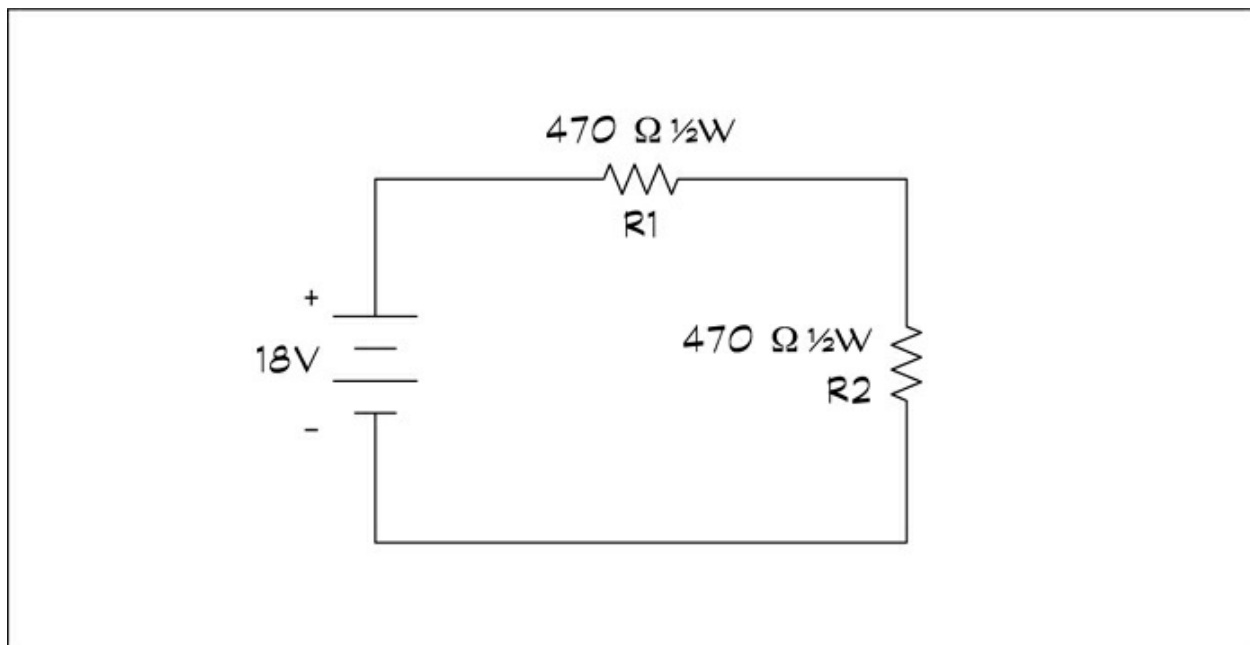

Figura 14.7 Questo semplice circuito partitore di tensione suddivide la tensione in modo uniforme fra le due resistenze.
1. **Configurate il semplice circuito partitore di tensione rappresentato nella Figura 14.7, connettendo in serie due batterie da 9 V per creare la fonte di alimentazione in corrente continua da 18 V.**